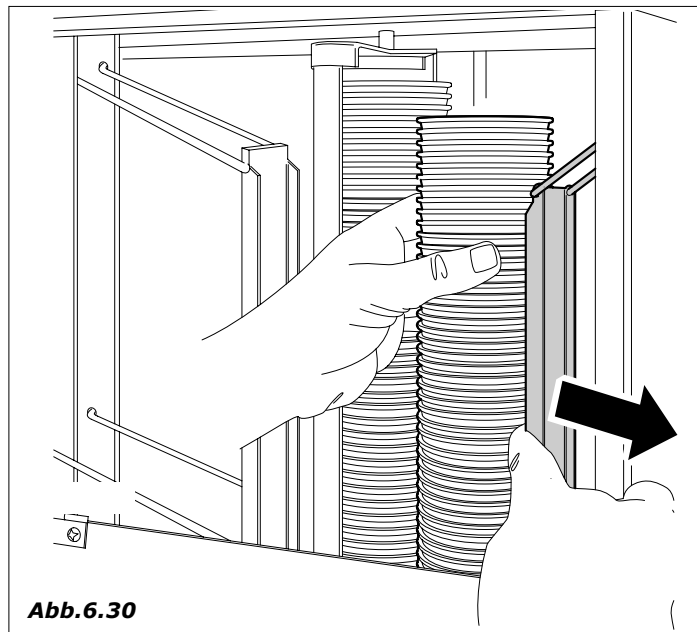

Abb.6.30
- Rechts neben der ersten Becherstange, eine weitere einfügen und Stossvorrichtung drücken (Abb. 6.30).